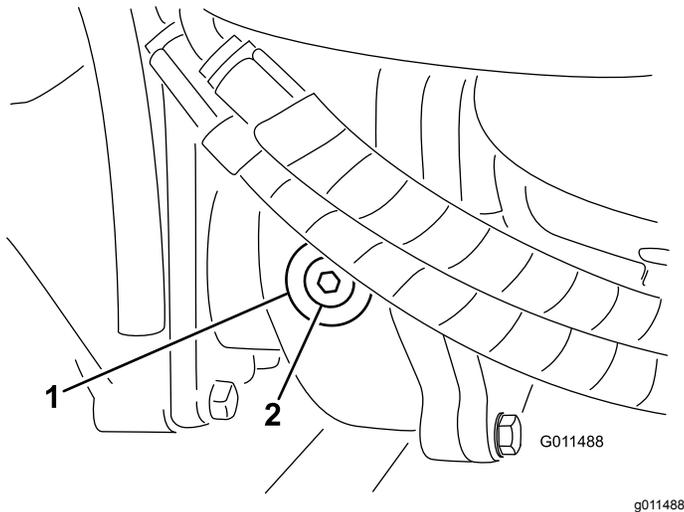

Bild 14
2. Entfernen Sie die Prüf-/Füllschraube an der linken Getriebeseite (**Bild 14**) und stellen sicher, dass das Öl die Unterseite des Lochs erreicht. Füllen Sie bei einem niedrigen Stand genug Öl auf, um den Stand bis an die Unterseite des Lochs anzuheben.